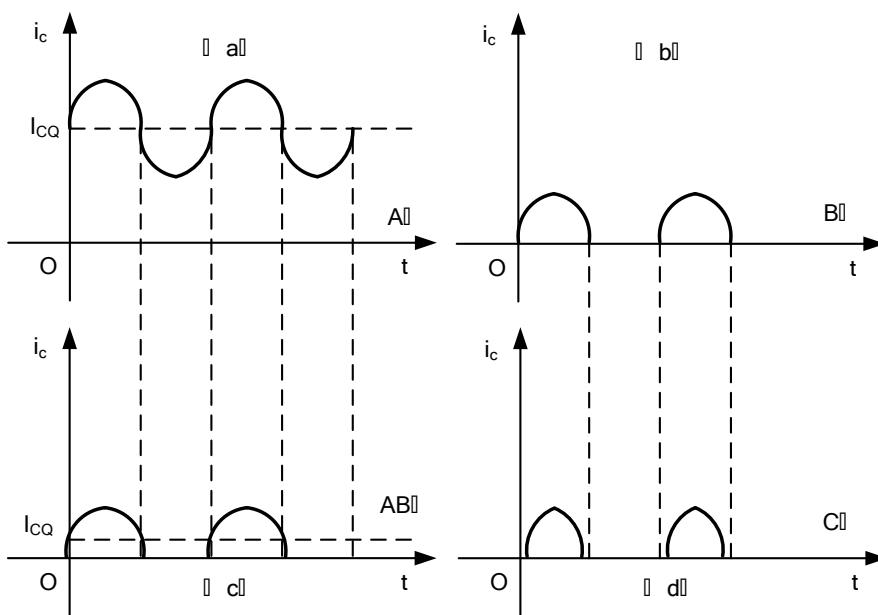

图 1.导通角波形示意图
- 1.在 A 类功率放大器中，晶体管在整个信号周期内 A 类功率放大器都处于导通状态，导通角为 $\theta = \omega = 360^\circ$ ；如图 1 (a) 所示。
- 2.在 B 类放大器中，晶体管的直流偏置 $I_c = 0$ ，晶体管仅在输入信号的半个周期内导通，导通角为 $\theta = 180^\circ$ ，正弦波的负半周期由另一个也工作在 B 类模式的晶体管提供，并在另一半周期导通；如图 1 (b) 所示
- 3.在 AB 类放大器中，晶体管偏置电流 I_c 不为 0，此电流要远小于交流输出电流的峰值。晶体管在输入信号比半周期稍微多一点的时间内导通，导通角大于 180° ，但远小于 360° ，即 $180^\circ < \theta < 360^\circ$ ，正弦波形的负半周期由另 1 个也工作在 AB 模式的晶体管提供，并在稍微多于负半周期的间隔内导通。流经两个晶体管的电流合并成一个负载电流。在输入信号过零附近的一个间隔内两个晶体管均导通；如图 1 (c) 所示。
- 4.在 C 类放大器中，晶体管在短于半个周期的间隔内导通。晶体管的导通角小于 180° ，集电极电流的负半周期由另一个晶体管提供。集电极电流为脉动型电流，与其他类型放大器产生的电流相比，失真较明显。通过将输出经过并联 LC 谐振电路，滤除非线性失真。谐振电路调谐在输入信号的频率处，执行带通滤波器的作用，提供正比于电流波形中基频成分幅值的输出电压。这种类型的放大器用于通信电子线路的应用中，主要用于选频；如图 1 (d) 所示。